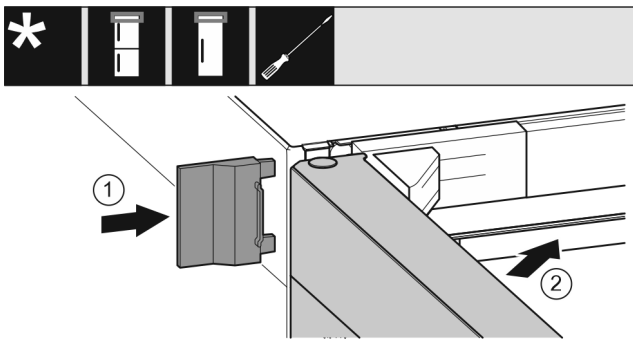

Fig. 27
- ▶ Надвиньте внешнюю крышку Fig. 27 (1).
- ▶ Закройте верхнюю дверь Fig. 27 (2).